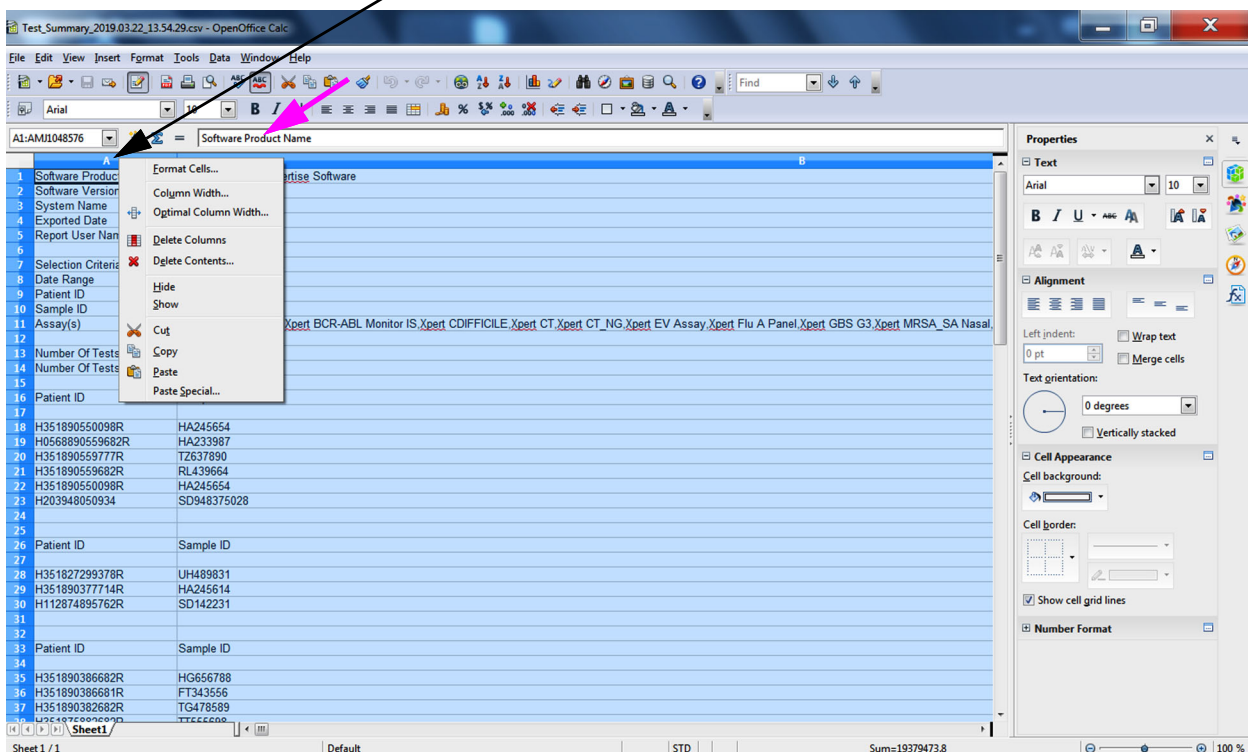

Figura C-7. Menu pendente para selecionar a Column Width (Largura da coluna)
10. Clique com o botão direito do rato na área azul na coluna **A**. Será visualizado um menu pendente no lado direito da coluna (ver Figura C-7).